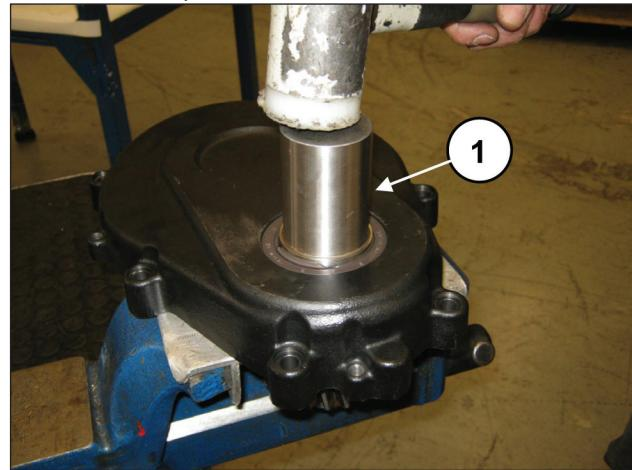

Рис. 8
Отделите шестерню от крышки, воздействуя ударной массой по шестерне (поз. ①, Рис. 8).